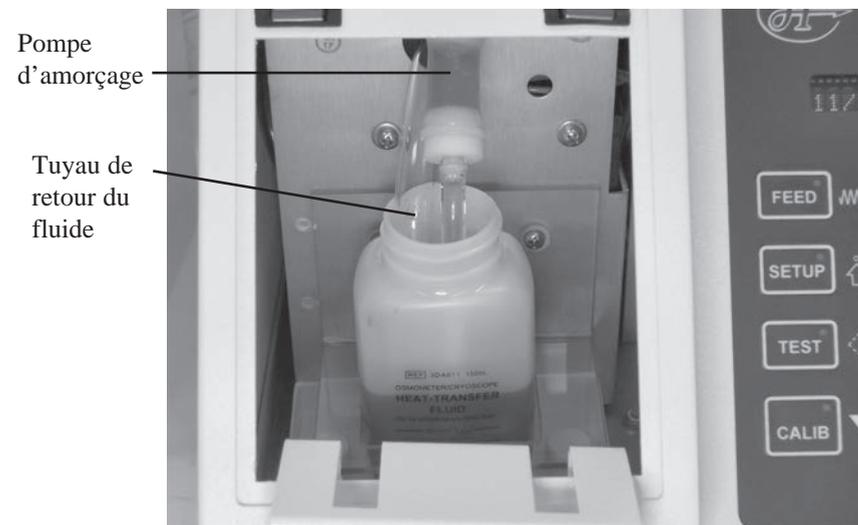

Figure 3 : Amorce de la pompe du fluide caloporteur
5. Ouvrir la trappe du liquide caloporteur pour accéder à la petite pompe d'amorçage (figure 3) . Presser sur la pompe d'amorçage pendant que la tête de mesure effectue un cycle complet en veillant à le faire au moment précis où la tête de mesure arrive en fin de cycle. Vérifier que le liquide dans la conduite repasse du puits de refroidissement dans la bouteille. Une fois que le liquide commence à apparaître, continuer d'amorcer pendant cinq cycles de plus pour évacuer totalement l'air emprisonné. Cesser d'utiliser la pompe d'amorçage et observer la conduite de retour pour s'assurer qu'une petite quantité de liquide continue à s'écouler à l'intérieur avec chaque cycle de relèvement/abaissement de l'actionneur. Appuyer ensuite sur la touche **STOP** pour relever la tête motrice et sortir du menu test.